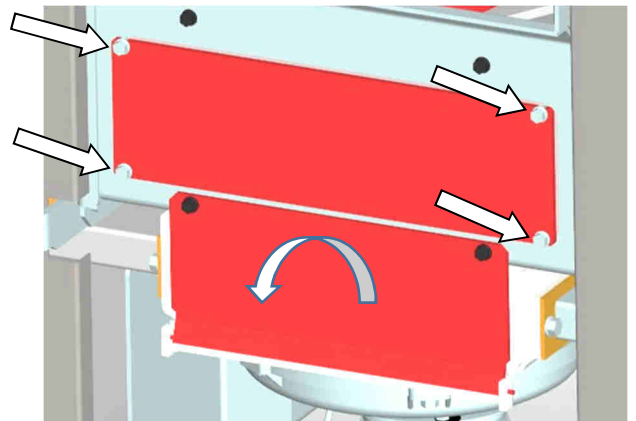

Abb. 50: Demontage Revisionsdeckel
4. Die vier Schrauben des oberen Revisionsdeckels lösen und oberen Revisionsdeckel abnehmen (Abb. 50). Den unteren Revisionsdeckel nach unten aufklappen und ggf. aushängen (Abb. 50). Beim Zusammenbau auf richtigen Sitz der Dichtungen achten.